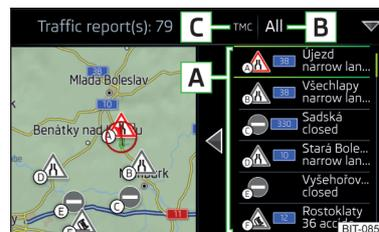

Fig. 177
En la lista de los boletines de tráfico, así como en el mapa se realiza la visualización de máximo 6 avisos, los cuales están previstos con una letra y el símbolo de una obstrucción del tráfico (p.ej. , , ) **[A]** » fig. 177.
En la posición **[C]** » fig. 177 pueden visualizarse los siguientes símbolos.
► **Si se realiza una guía al destino** - después de pulsar la superficie funcional **[B]** » fig. 177 pueden seleccionarse **Todas las áreas** los boletines de tráfico, o pulsando la superficie funcional **Ruta**, sólo los boletines de tráfico que existen en la ruta, en el menú visualizado.